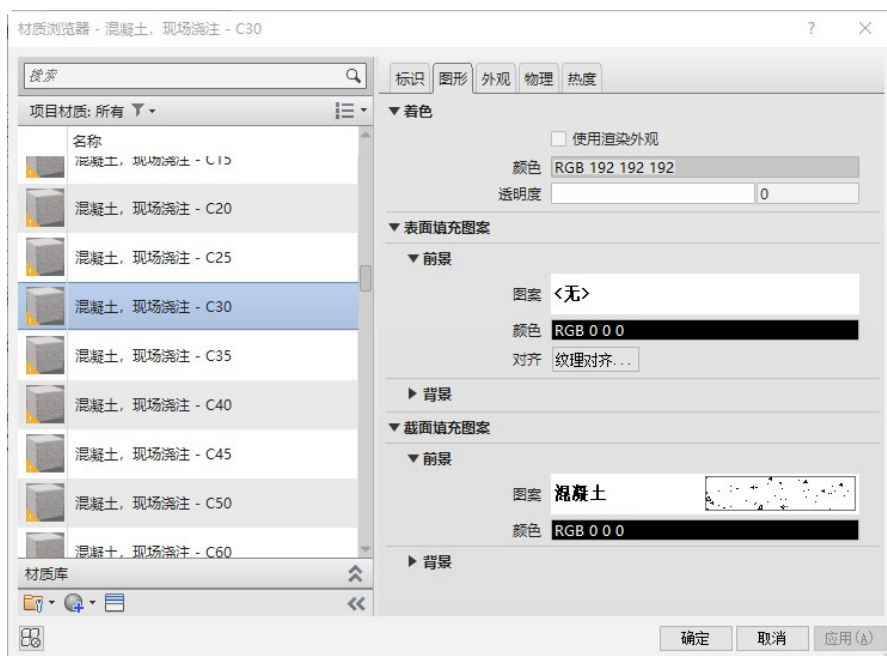

图 15-13 “材质浏览器”对话框
(3) 在“属性”选项板的“结构材质”栏中单击, 打开“材质浏览器”对话框, 选择“混凝土, 现场浇注-C30”材质, 其他采用默认设置, 如图 15-13 所示, 单击“确定”按钮, 完成柱材质的设置。